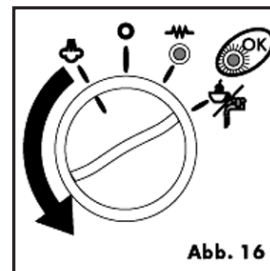

Abb. 16
2. Den Wahldreheschalter auf die Position ☞ (Abb. 16) drehen und abwarten, bis die Kontrolllampe "OK" (Abb. 7) nach ca. 25 Sekunden aufleuchtet. Das Aufleuchten der Lampe zeigt an, dass der Heizkessel die Idealtemperatur zur Erzeugung von Dampf erreicht hat.
- Das Gerät durch Drehen des Wahlschalters auf Pos.  einschalten (Abb.16).